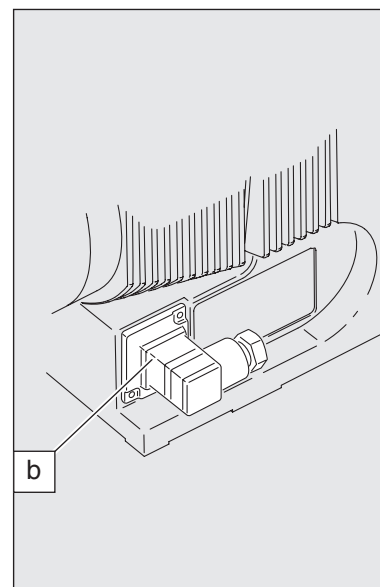

Fig. 16
- Inserire la guarnizione dello spinotto del cavo del relè nel coperchio del relè e avvitare lo spinotto (vd. fig. 16)